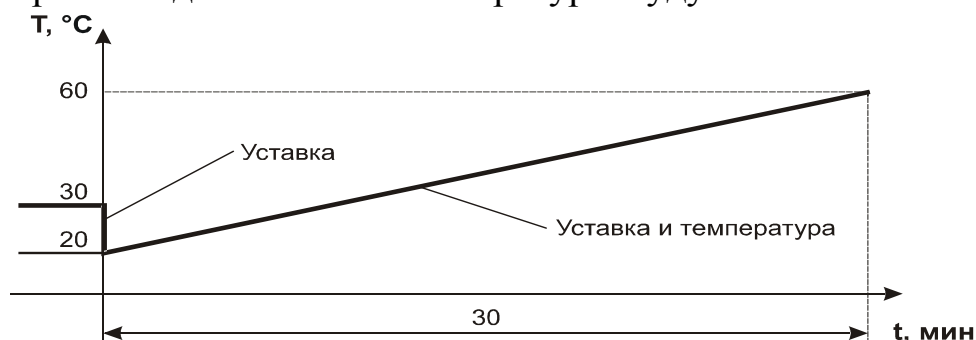

Рис. 6.8
- б) Если параметры первого шага задать следующим образом: $bc = 1$, SP — произвольное значение, $t_0 = 30$, $P_0 = 60$, то характер изменения уставки и примерный вид изменения температуры будут соответствовать рис. 6.8